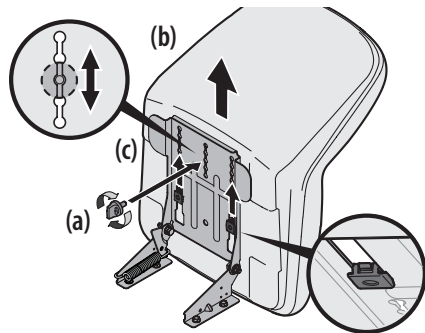

Figure 4
4. Faites glisser le siège (b) vers l'arrière dans le support de pivotement (c) en alignant la fente centrale du support avec le trou libre sur la base du siège (b). Voir Figure 4.
NOTE : Assurez-vous que les deux encoches du siège s'engrènent dans le support de pivotement, comme illustré dans l'encadré de la Figure 4 à la page 65.
- Placez le siège (b) à la position désirée et fixez-le avec le bouton de réglage ou le boulon de 9/16 po (a) retiré antérieurement. Voir Figure 4 à la page 65.